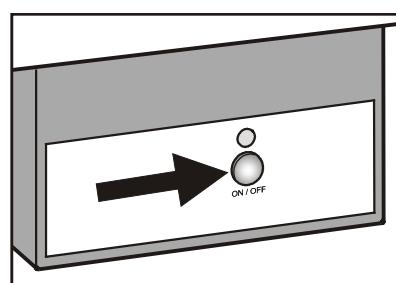

Figure 21
- Appuyer sur la touche du boîtier de la fabrique à glaçons (**Figure 21**) pendant environ 3 secondes. La DEL située au-dessus du bouton se met à clignoter.
*La fabrique à glaçons peut être mise en marche ou arrêtée en appuyant pendant environ 1 seconde sur la touche « On/Off » du boîtier de la fabrique à glaçons (**Figure 21**).*